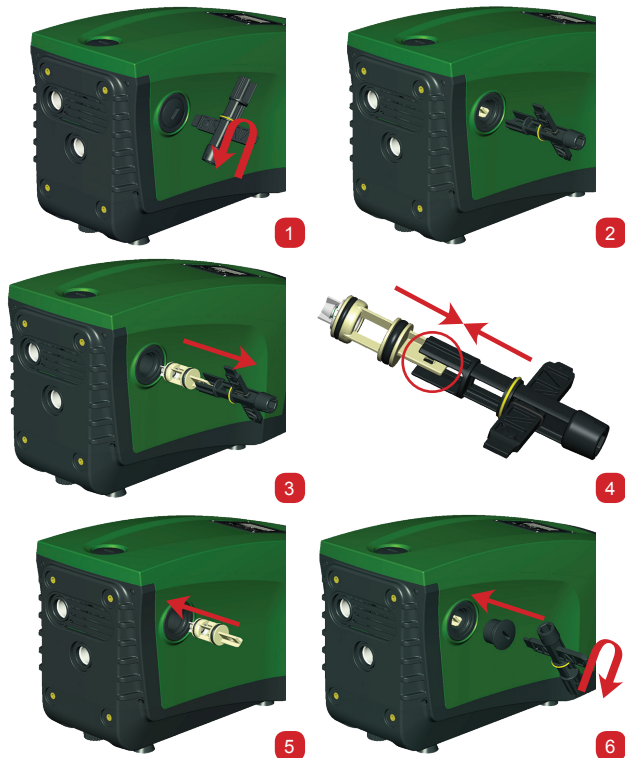

Рисунок 28
- 1 - снимите пробку доступа к клапану (Рис. 28);
- 2 - вставьте крестообразный дополнительный ключ, концом “F” (пар. 10.1) так, чтобы захватить язычок с отверстием при помощи захватов с защелками (Рис.28);
- 3 - извлечь без вращения: эта операция может потребовать приложить некоторое усилие. Вынимается наружу картридж, который также несет с собой клапан для проведения техобслуживания. Картридж остается на ключе (Рис. 28);
- 4 - отсоедините картридж от ключа: нажатием друг против друга защелки освобождаются, после этого можно вынуть сбоку картридж (Рис. 28);
риджа без возможности освобождения (Рис. 28);
7 - Затяните пробку до упора: если картридж не был продвинут в правильное положение, завинчивание пробки ведет к его правильному размещению (Рис. 28).
- 1 - Снимите защитную заглушку вала двигателя, как показано на Рис.28;